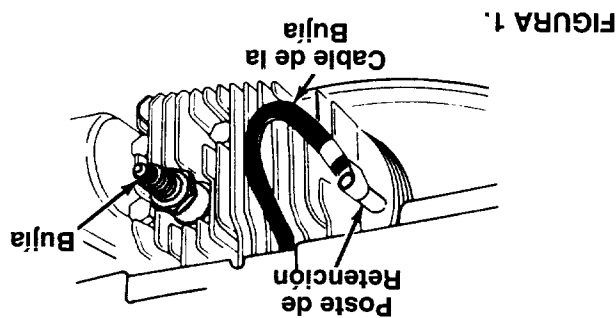

FIGURA 1.
- Desconecte el cable de bujía de la bujía. Conecte a tierra el cable uniéndolo al poste de retención (vea las figuras 1 y 2). (El cable de bujía se demuestra en la figura 1 sin la botella de hule para mas claridad.)